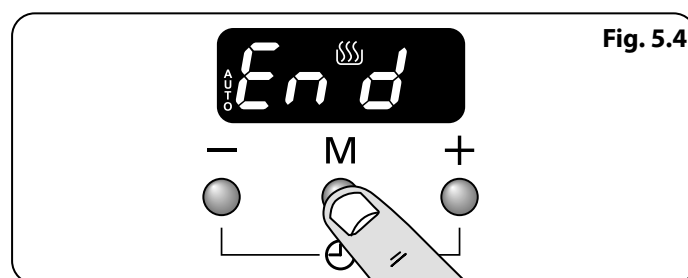

Fig. 5.4
1. Appuyer sur le bouton mode [M] 3 fois, jusqu'à ce que l'écran clignote (Fin) (**Fig. 5.4**).